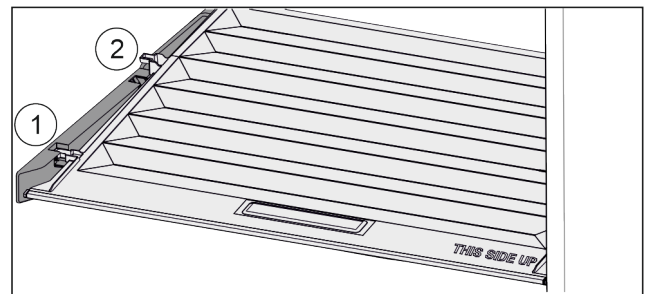

Fig. 27
- ▶ Deslice la tapa hacia delante hasta la abertura de las piezas de sujeción Fig. 27 (1).
- ▶ Levántela por detrás desde abajo y retírela tirando hacia arriba Fig. 27 (2).